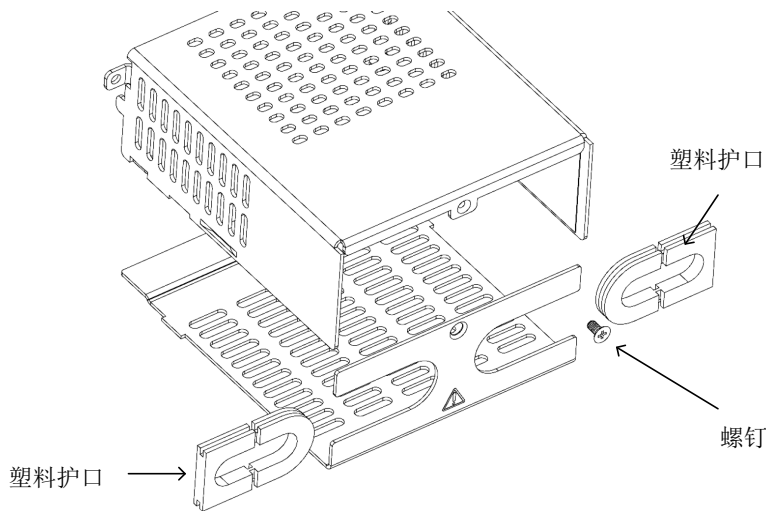

图 4-48: 拆卸输出保护装置 (1kW 至 5kW 全宽)
3. 拧下后侧的螺钉, 打开输出保护盖 (在配件套件中提供), 如图 4-48 所示。取下两个塑料护口。